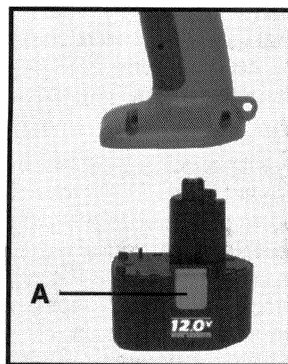

Fig. 6
Déprimez les deux boutons de relâchement de la batterie (A) Fig. 6 (un de chaque côté du bloc porte-piles) et tirez le bloc porte-piles hors de l'outil.